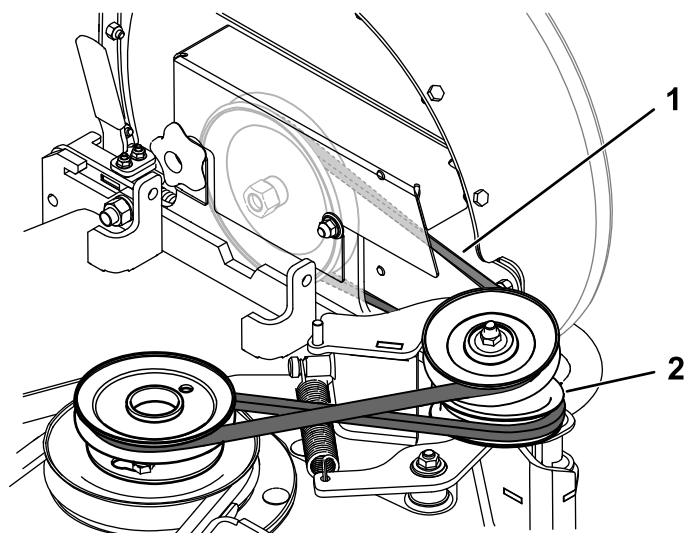

Figura 26
6. Tire hacia atrás de la polea tensora tensada con muelle para aliviar la tensión de la correa (Figura 26).